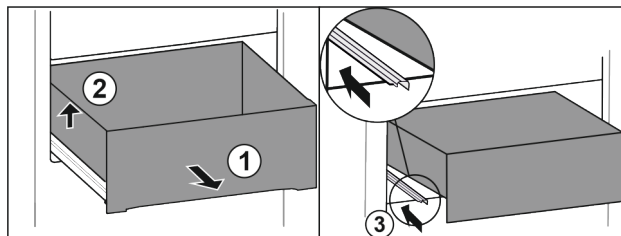

Fig. 62
- ▶ Lade tot de aanslag eruit trekken. Fig. 62 (1)
- ▶ Lade links optillen. Fig. 62 (2)
- ▶ Linker rail erin schuiven. Fig. 62 (3)